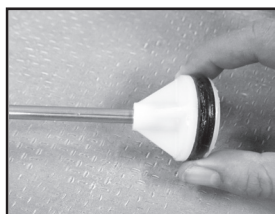

Figura 3
3. Inspeccione la junta tórica. Si está gastada o dañada, sáquela y reemplácela. Lubrique la junta tórica con gel de petróleo. **(Vea la Figura 3)**